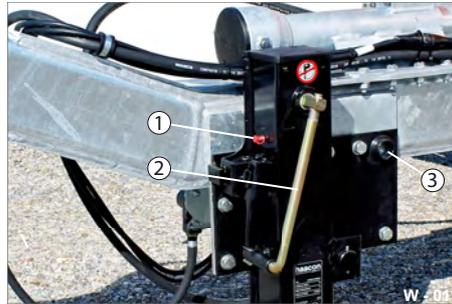
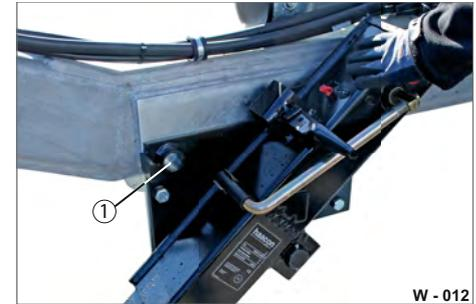

Abb. 11 Schwenkstütze an Zugdeichsel
Abb. 12 Schwenkstütze abschmieren
- ▶ Fahren Sie den Fuß der Stützwinde mittels Kurbel (Abb. 10/2; Abb. 11/2) aus.
- ▶ Entfernen Sie die Kappe vom Schmiernippel (Abb. 10/1; Abb. 11/1). Reinigen Sie den Schmiernippel mit einem sauberen, trockenen Lappen.
- ▶ Schmieren Sie die Bolzen-Sicherungsstellen (Abb. 11/3 & Abb. 12/1) mit etwas Fett ein.